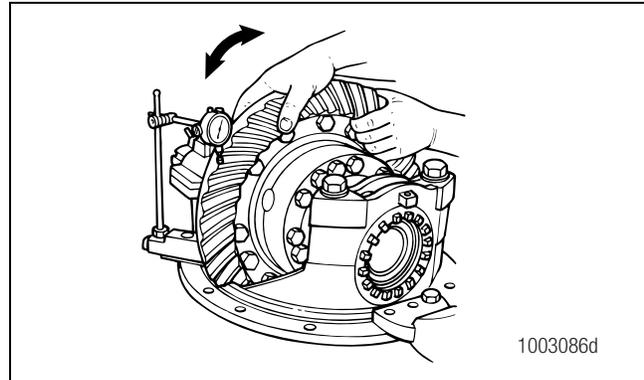

Figure 5.62
1. Placer un comparateur sur le flasque de la tête de pont. Figure 5.62.